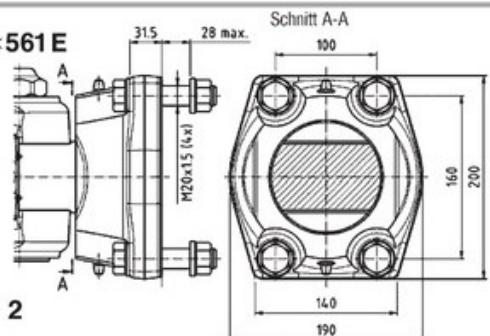

Abb. 2
- für RO*561E wird eine verstärkte Traverse mit einem Lochbild G6 160x100 (siehe Abb. 2) mit 4xØ21 Bohrungen benötigt